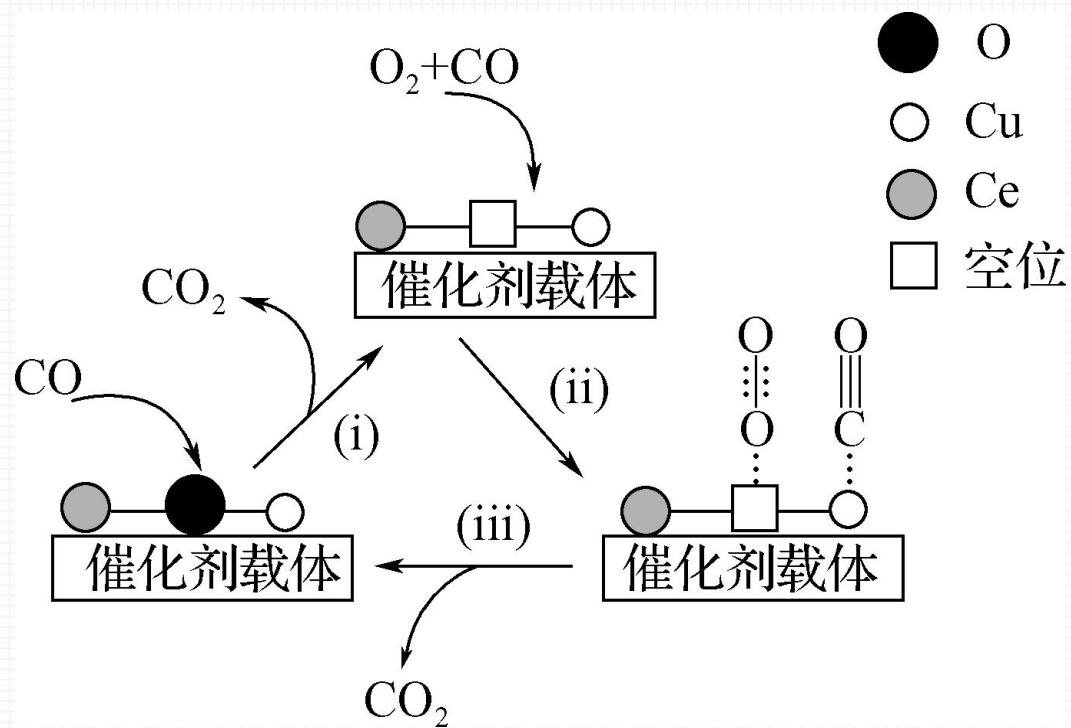
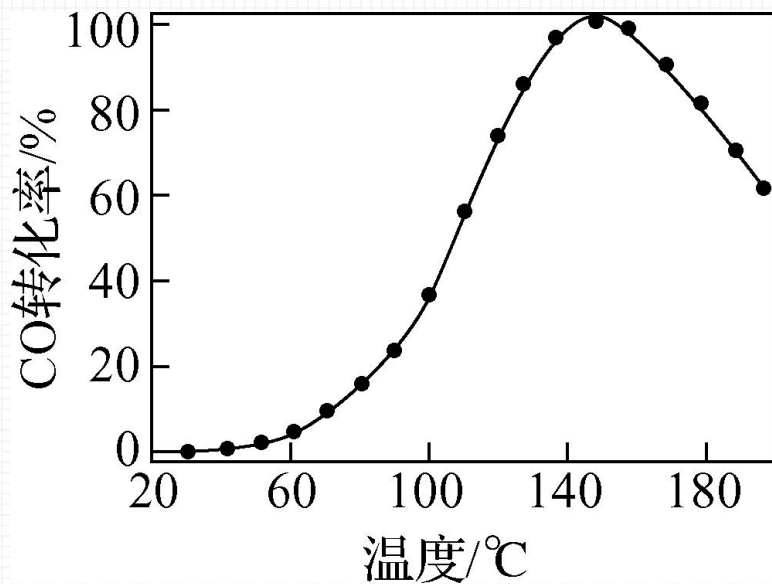

图2
图3
CO₂ 制环状碳酸酯。CO₂ 与环氧乙烷()转化为环状碳酸酯的一种可能机理如图 3 所示, 图中 Nu⁻ 表示催化剂。
(3) 利用铜-铈氧化物($x\text{CuO}\cdot y\text{CeO}_2$, Ce是活泼金属)催化氧化可除去 H_2 中少量CO, 催化氧化过程中Cu、Ce的化合价均发生变化, 可能机理如图2所示。将 $n(\text{CO}) : n(\text{O}_2) : n(\text{H}_2) : n(\text{N}_2) = 1 : 1 : 49 : 49$ 的混合气体以一定流速通过装有 $x\text{CuO}\cdot y\text{CeO}_2$ 催化剂的反应器, CO的转化率随温度变化的曲线如图3所示。
①基态Ce原子的核外电子排布式为 $[\text{Xe}]4f^15d^16s^2$ ，图2所示机理的步骤(i)中，元素Cu、Ce化合价发生的变化为 铜元素的化合价由+2变为+1，铈元素的化合价由+4变为+3。
②当催化氧化温度超过 $150\text{ }^\circ\text{C}$ 时，催化剂的催化活性下降，其可能原因是 高温下， $\text{Cu}(\text{II})$ 或 $\text{Cu}(\text{I})$ 被 H_2 (或 CO)还原为金属Cu。